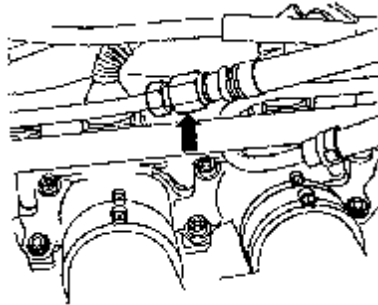
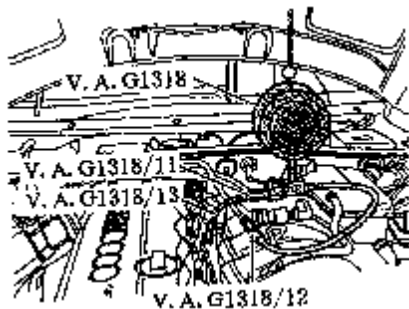

图 5-6 断开油管接头
图 5-7 连接燃油压力表
(1) 短时地打开燃油滤清器盖（释放压力），用一块擦布盖上压力接头，打开图 5-6 箭头所指的接头并用擦布吸净泄出的燃油，使用接头 1318/11、1318/12 和 1318/13 把压力表 V.A.G1318 串接到油路中，打开压力表上的开关阀（阀的手柄指向油的流向）如图 5-7 所示。
(1) 喷油器的拆卸
①短时打开燃油滤清器盖(释放压力), 用抹布盖好压力接头, 打开(图 5-6)箭头所指的接头, 并用抹布吸净漏出的燃油。